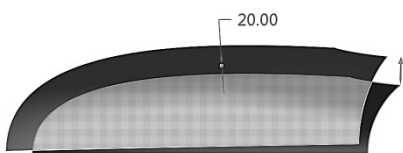

图 7-39 自动拟合偏移
② 自动拟合偏移：沿着坐标系轴向对曲面进行偏移，如图 7-39 所示。